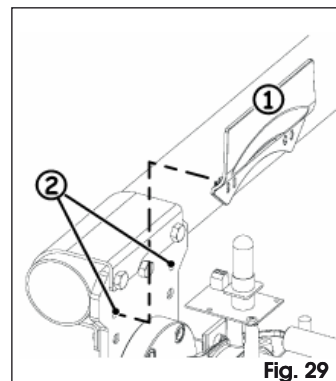

Fig. 29
Coloque el cárter trasero del plato porta-barra, Fig. 29 ref. ①, enganchándolo en los dos orificios libres del plato, Fig. 29 ref. ②.